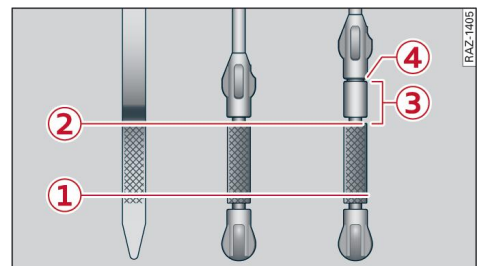

Fig. 158 Varilla de medición de aceite (ejemplos): Comprobar el nivel de aceite del motor
⇒ *fig. 158*.
- El nivel de aceite del motor no debe estar por debajo de la marca ① ¡Peligro de dañar el motor!
- Después de reponer aceite del motor el nivel de aceite no debe estar por encima de la marca ② ⇒ *fig. 158*. ¡Peligro de dañar el catalizador o el motor! Si el nivel de aceite está por encima de la marca ②, diríjase inmediatamente a un taller especializado para que aspiren aceite del motor en caso necesario. Evite altas revoluciones del motor, pisar el acelerador a fondo y esfuerzos considerables del motor.
- Valido para varilla de medición con zona ③ ⇒ *fig. 158*: si hace funcionar su vehículo con gasóleo de una calidad inferior a la que prescribe la norma EN 590, es posible que llegue combustible al aceite del motor. Debido a ello, el nivel de aceite del motor va subiendo poco a poco y se va reduciendo su calidad. Si el nivel de aceite ha alcanzado la